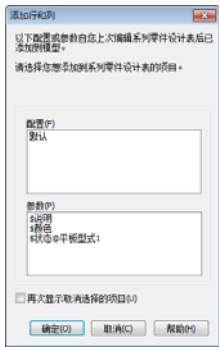
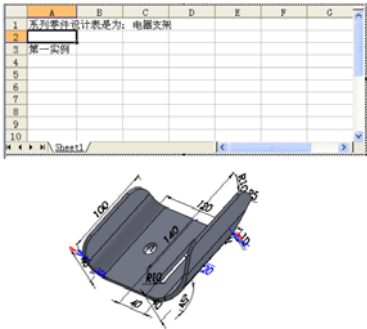

图 7-5 [添加行和列] 对话框
图 7-6 插入的 Excel 工作表
2. 系统弹出[添加行和列]对话框,如图7-5所示,单击[确定]按钮。这时一个Excel工作表出现在零件文件窗口中,Excel工具栏取代了SolidWorks工具栏,如图7-6所示。